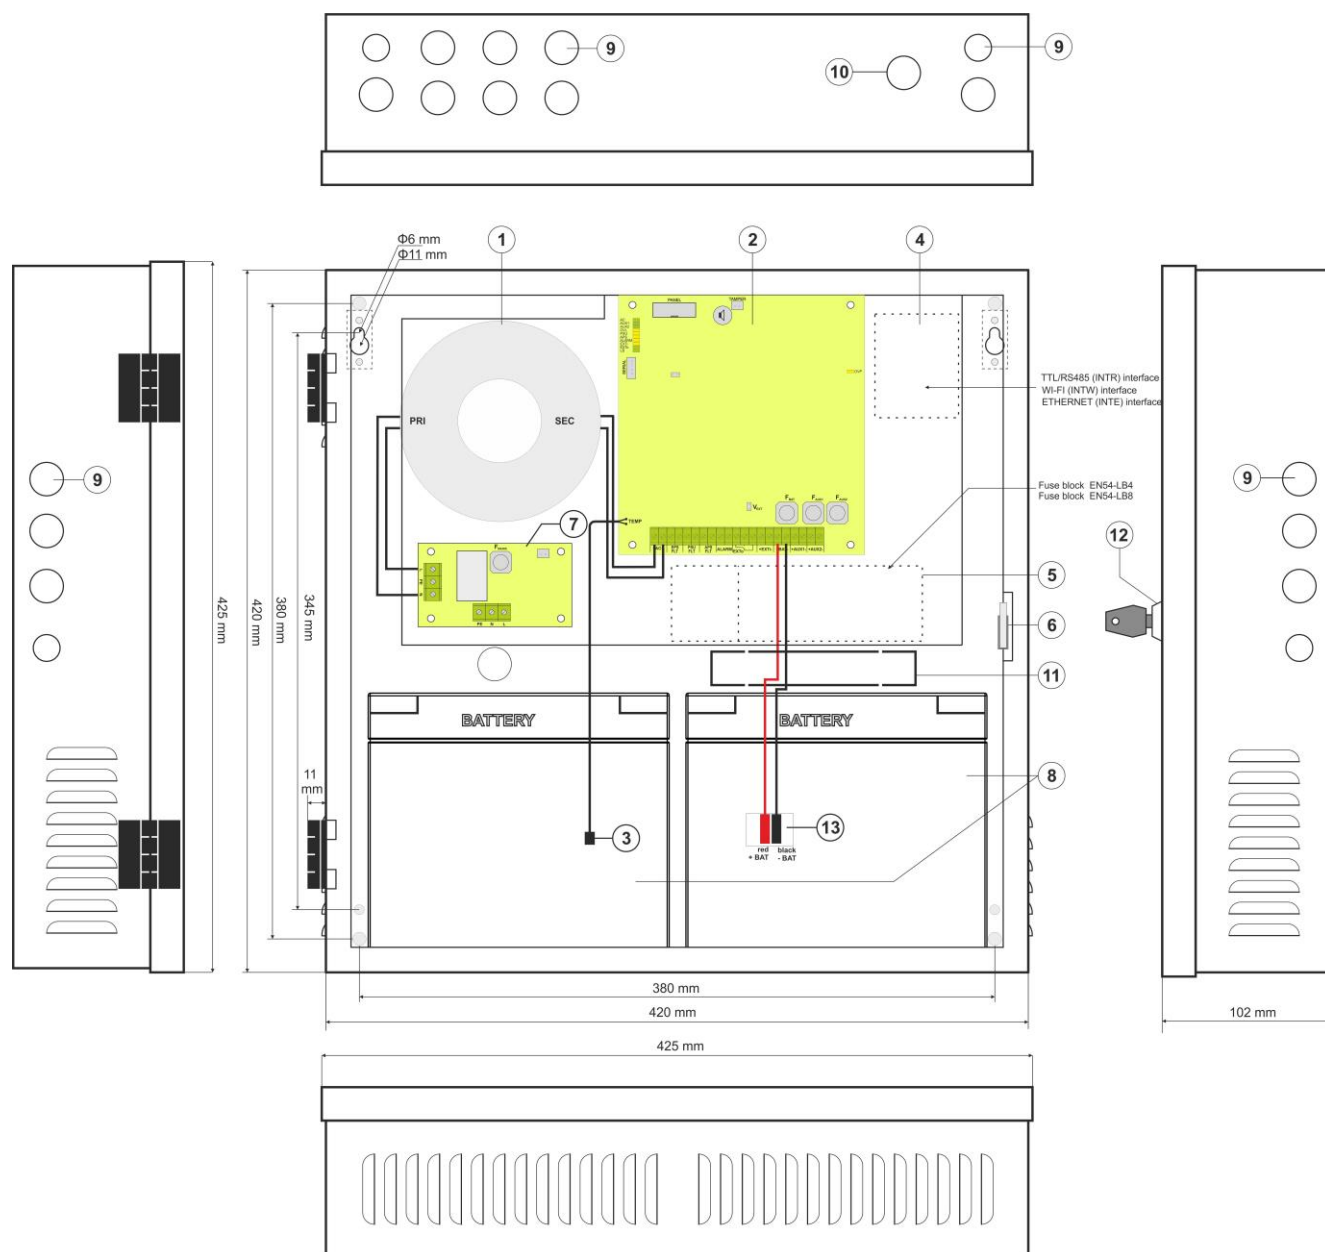

Abb. 4. Ansicht des Netzteils
Tabelle 3. Elemente des Netzteils (Abb. 4)
5. Die Akkus am gewählten Platz im Gehäuse montieren (Abb. 4) Der Akku mit der Platte des Netzteils mit Beachtung der entsprechenden Polarität verbinden. Die Akkus bedürfen der Reihenschaltung mit Hilfe der speziellen Leitung, die sich im Lieferumfang des Netzteils befindet.